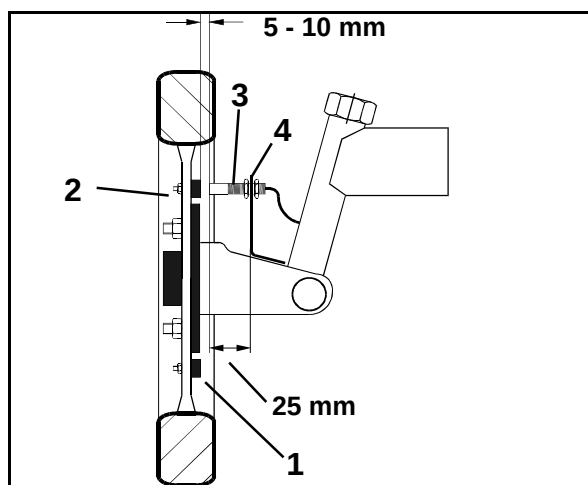

Fig. 175
1. Distribuya los imanes (Fig. 175/1) uniformemente sobre un círculo de agujeros en la concavidad de la rueda delantera del remolcador.
2. Monte los imanes (Fig. 175/1) con tornillos (Fig. 175/2) de material no magnético (tornillos de latón o de V4A).